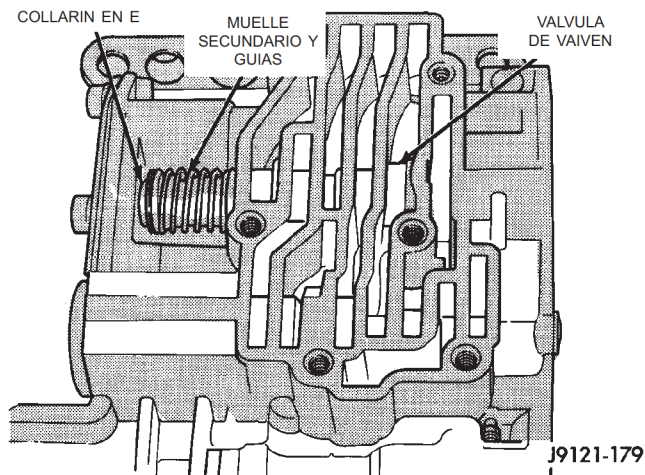

Fig. 56 Collarín en E y muelle secundario
(22) Retire el collarín en E y desmonte el muelle secundario y las guías de muelle del extremo de la válvula (Fig. 56).